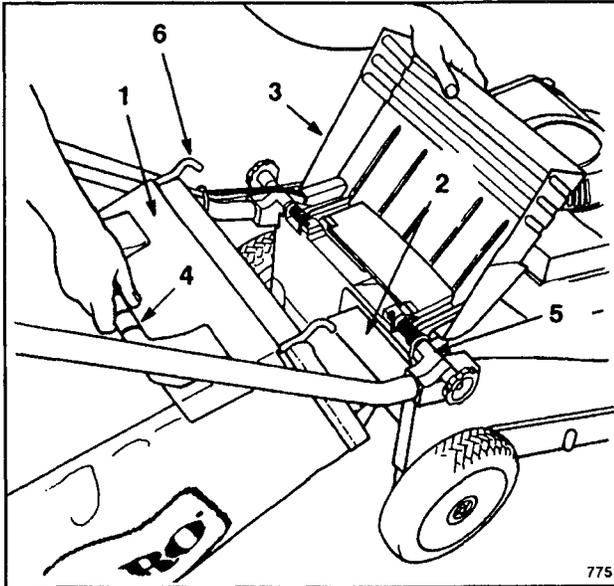
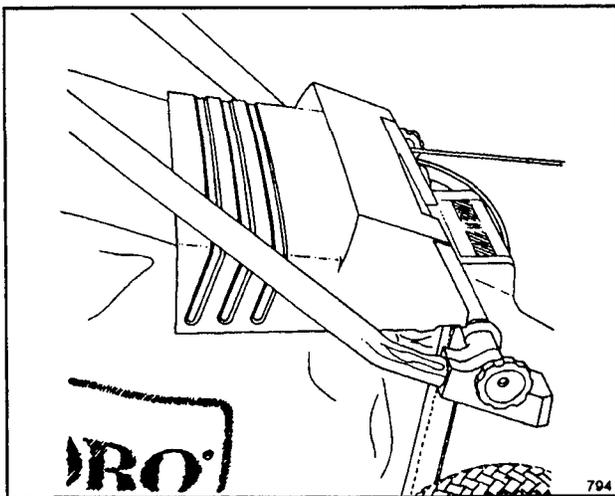

Figure 10
Figure 11
2. **INSTALLATION DU SAC** – Soulever le volet d'éjection, glisser le rail attaché au sac dans l'ouverture d'éjection et accrocher le cadre du sac sur la portion arrondie des supports de montage (fig. 10). Laisser le volet d'éjection reposer sur le dessus du sac (fig. 11).